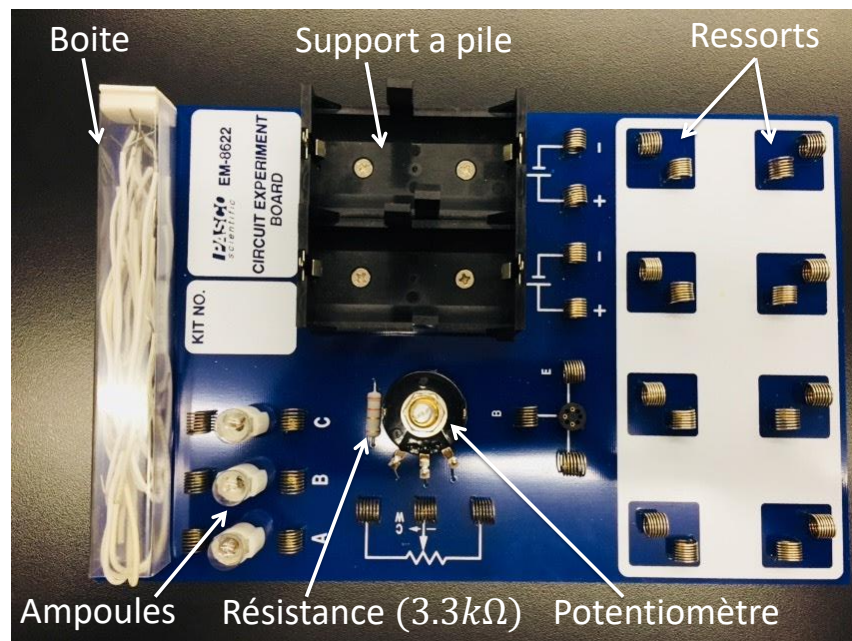

Figure 2: Planche à circuit
1. Planche à circuit de Pasco (Figure 2),
Tableau 1: Mesures des résistances, voltages et courants de la Figure 2